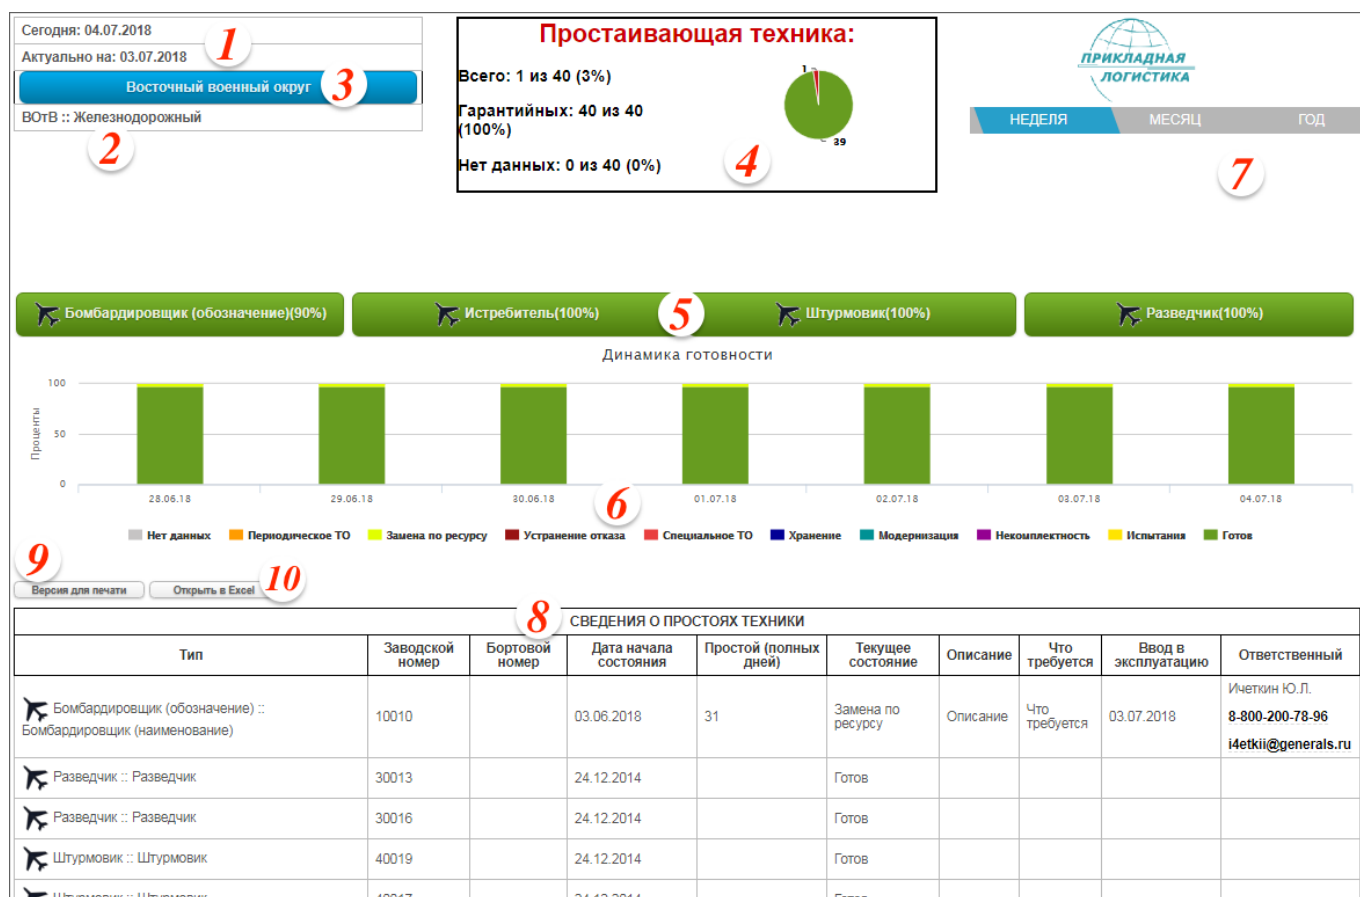
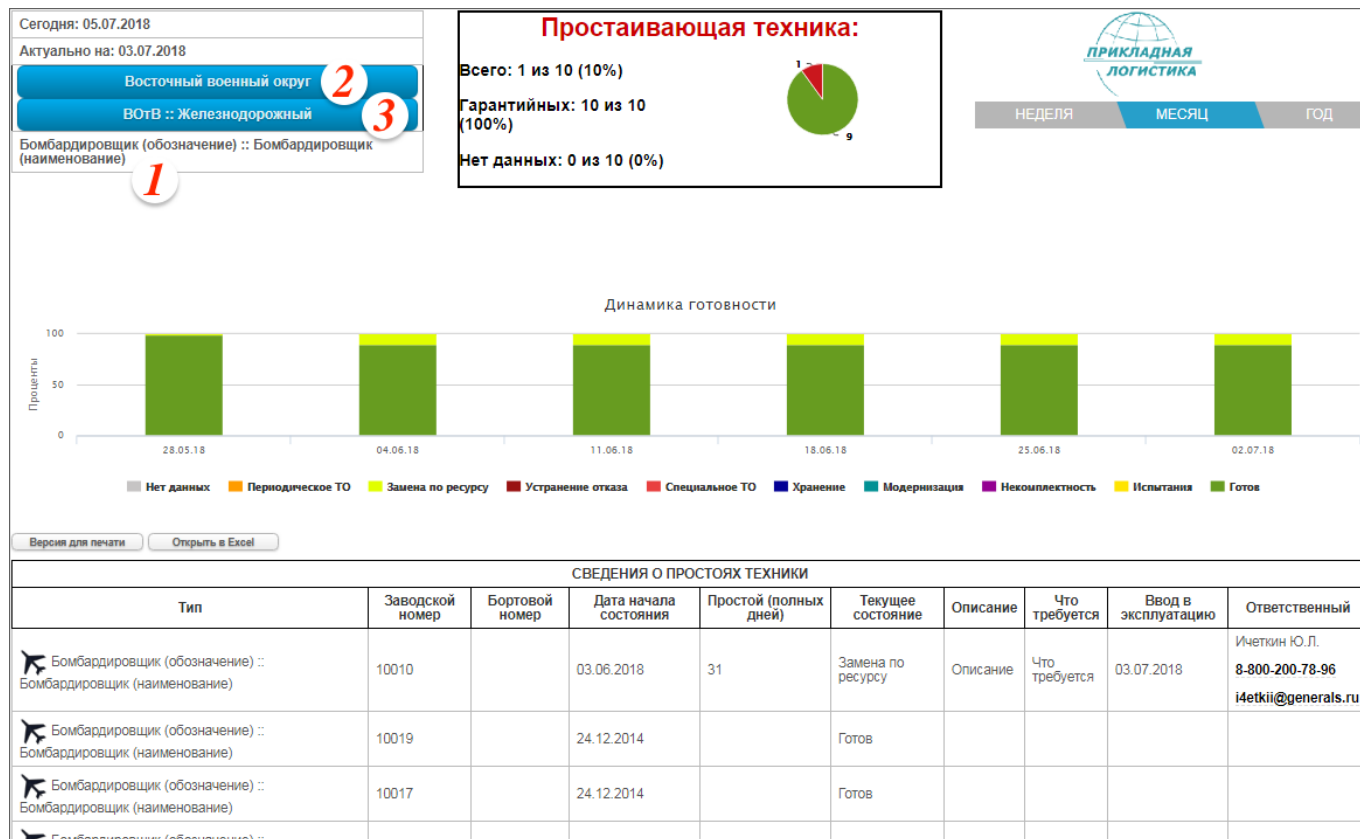

Рис. 6-14 – Страница с подробными сведениями по готовности техники в точке базирования
Рис. 6-22 – Страница готовности техники по типу изделия
Пример страницы с подробными сведениями по готовности техники в отдельной точке базирования или их совокупности (в стране/регионе/округе) приведен на рис. 6-14.
Краткое пояснение к рис. 6-14 приведено в таблице 6-2.
Таблица 6-2 – Пояснения к рис. 6-14
1) В заголовке страницы выводятся текущая дата, дата актуальности данных (1 на рис. 6-14), точка базирования (2), страна/регион/округ (3).
3) Информация по готовности техники для разных типов изделий (5 на рис. 6-14) в виде ссылок на отдельную страницу готовности техники по каждому типу изделий (см. раздел 6.1.4). Цвет фона каждой ссылки определяется готовностью техники данного типа.
4) Диаграмма, отражающая динамику готовности техники за последнюю неделю, месяц или год (6 на рис. 6-14), в зависимости от выбранных настроек.
5) Переключатель временного интервала, используемого при построении диаграммы динамики готовности – «Неделя», «Месяц», «Год» (7 на рис. 6-14).
б) Таблица «Сведения о простоях техники» (8 на рис. 6-14) содержит данные о состоянии готовности по каждой единице техники на текущий момент времени (если состояние простоя закрыто, то оно не попадает в таблицу).
При выборе типа изделия на странице с подробными сведениями по готовности техники в отдельной точке базирования, стране, регионе или военном округе (5 на рис. 6-14) открывается страница готовности техники данного типа. Пример страницы готовности техники по типу изделия приведен на рис. 6-22.
– В левом верхнем углу страницы приводится обозначение типа изделия (1 на рис. 6-22).
– На этой странице отсутствуют ссылки на тип изделия, в отличие от страницы готовности техники по точке базирования (5 на рис. 6-14).
– Если переход на страницу готовности техники по типу изделия был выполнен со страницы с данными по совокупности точек базирования в стране, регионе или военном округе, то в области 2 (рис. 6-22) выводится название страны, региона или округа, соответственно. При нажатии на эту область происходит переход на страницу с подробными данными по ним.
Краткое пояснение к рис. 6-22 приведено в таблице 6-3.
Таблица 6-3 – Пояснения к рис. 6-22